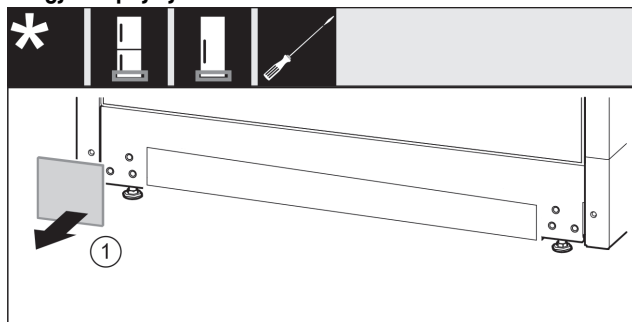

Fig. 15
- ▶ Hiqni kapakun mbulues Fig. 15 (1).